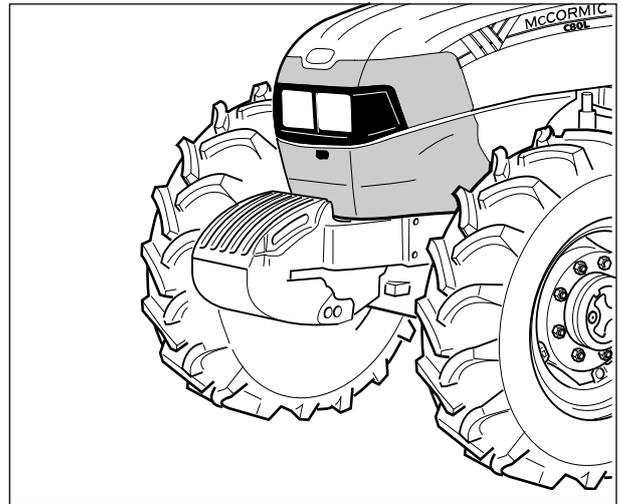

Fig. 2-26
- Utilize lastros frontais para aumentar a estabilidade do tractor quando rebocar uma carga pesada ou para equilibrar uma alfaia pesada montada na parte traseira (Fig.2-26).